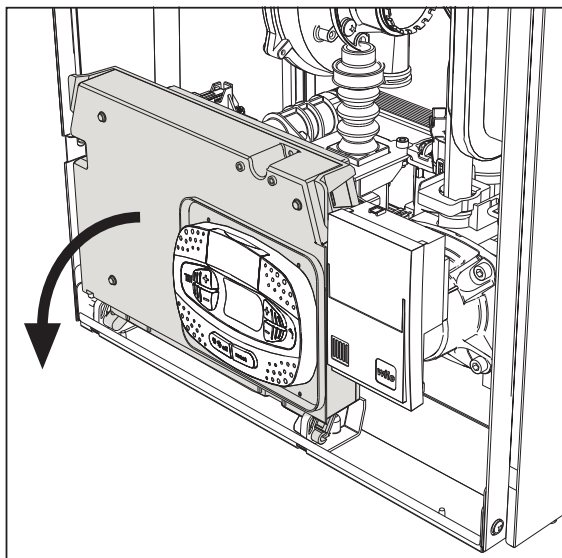
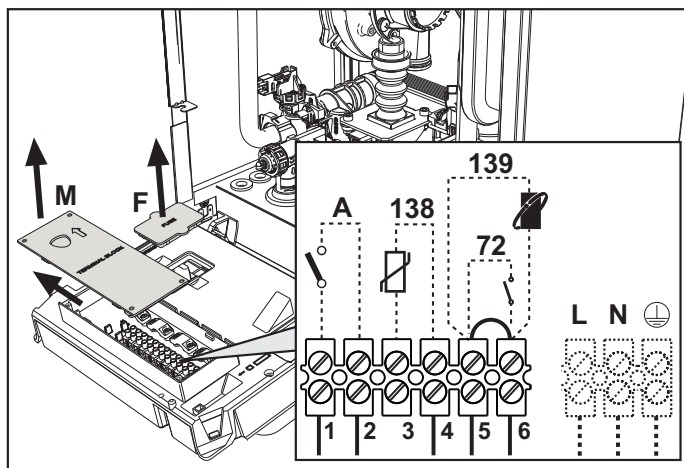

fig. 19
fig. 20
Dopo aver tolto il pannello frontale (*** 'Apertura del pannello frontale' on page 32 ***) è possibile accedere alla morsettiera (M) e al fusibile (F) seguendo le indicazioni descritte di seguito (fig. 19 e fig. 20). **I morsetti indicati nella fig. 20 devono essere a contatti puliti (non 230V).** La disposizione dei morsetti per i diversi allacciamenti è riportata anche nello schema elettrico alla fig. 62.